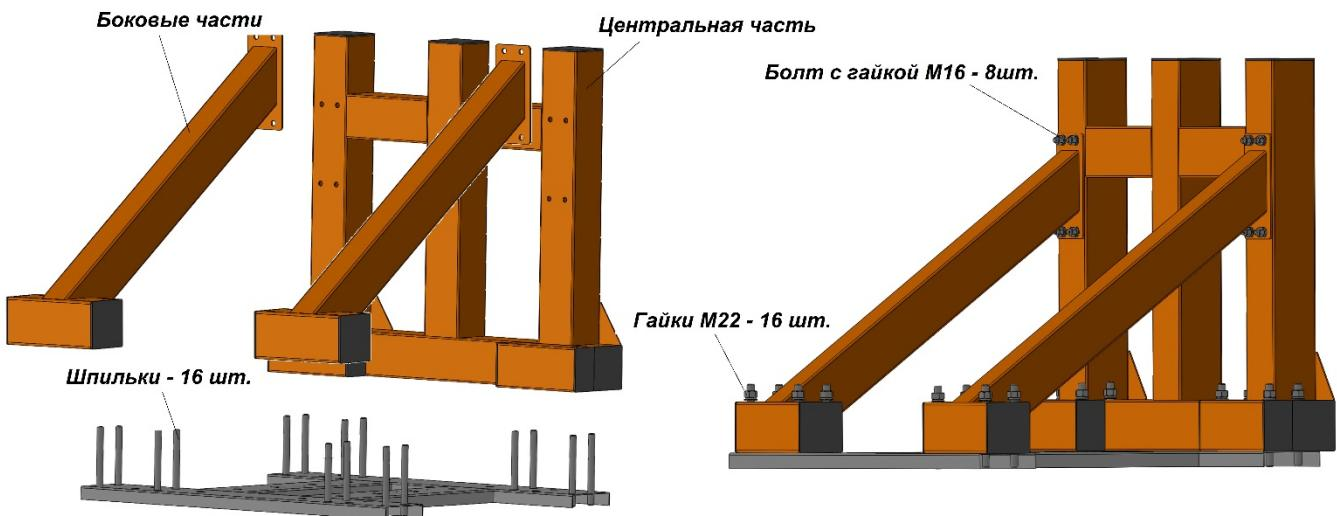

Рисунок 5
- Сначала установить Центральную часть стойки на закладные элементы фундамента так, чтобы совпали закладные шпильки с крепежными отверстиями Стоек. Рис.5